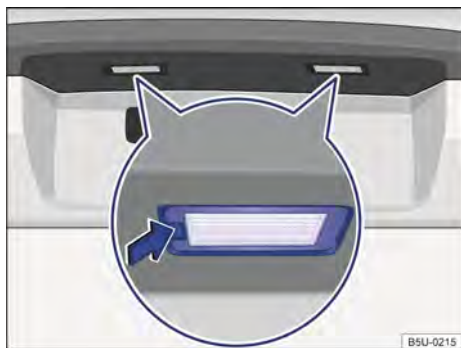

Fig. 187 No para-choque traseiro: remover a lanterna da placa de licença.
- 2 Com o auxílio de uma chave de fenda, pressionar a trava → Fig. 187 para remover o conjunto.